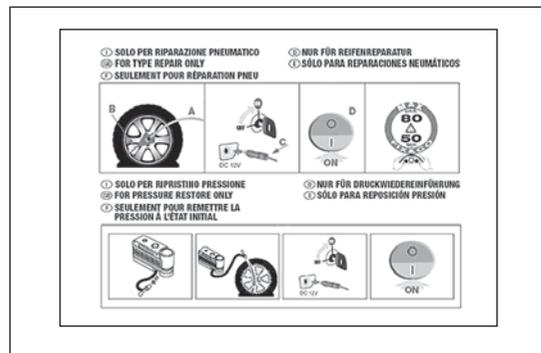

fig. 116
- ❑ dépliant informatif (voir fig. 116), employé pour utiliser correctement le kit de réparation rapide des pneus et livré ensuite au personnel qui devra manier le pneu traité ;